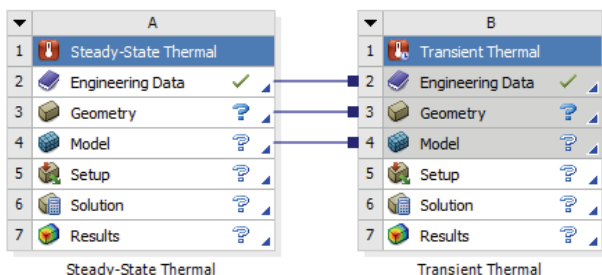

图 22-1 分析项目
3) 在工具箱中的 Analysis System > Transient Thermal 上按住鼠标左键拖曳到项目管理区中, 当项目 A 的 Model 项红色高亮显示时, 放开鼠标创建项目 B, 此时相关联项的数据可共享, 如图 22-1 所示。